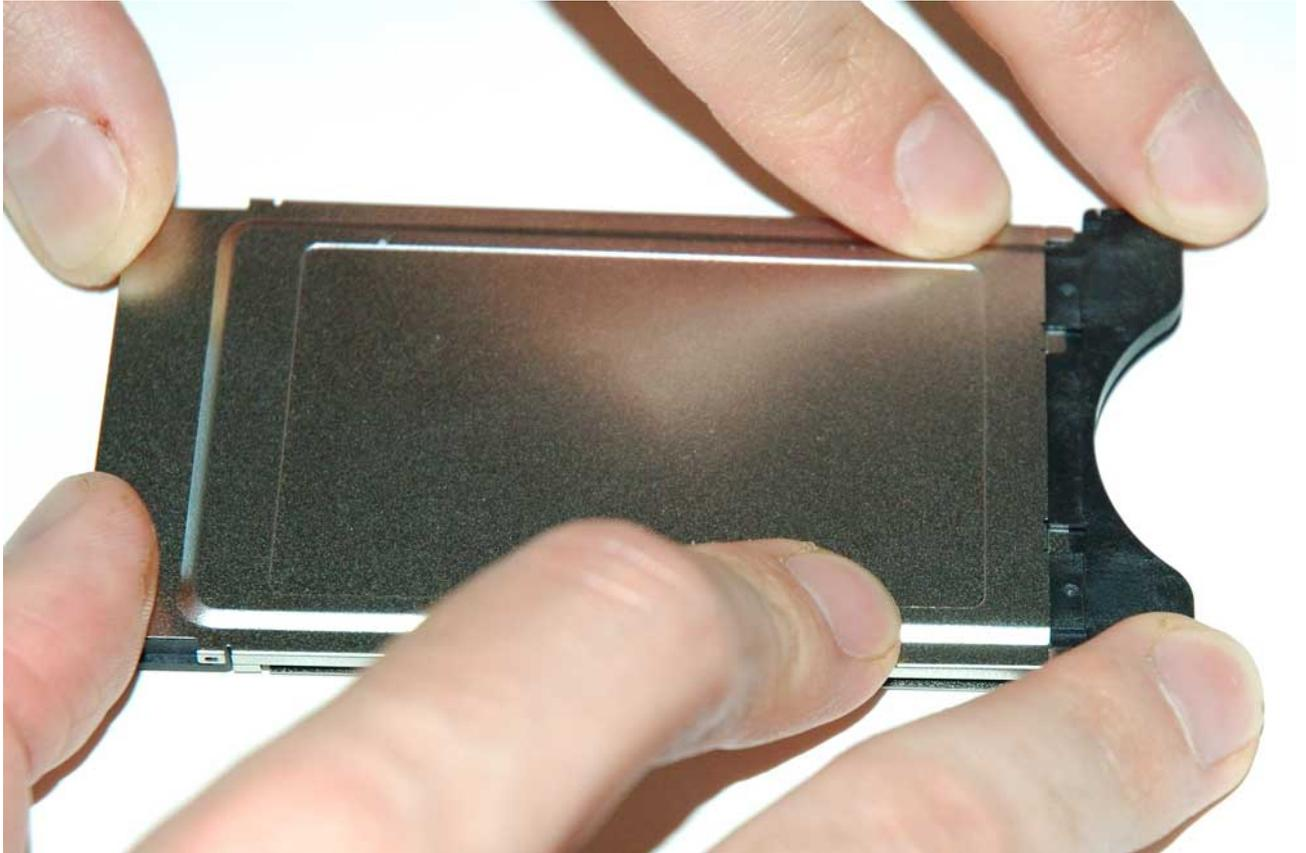

Fig. 41
- Fügen Sie alle Elemente zusammen (Fig. 41):